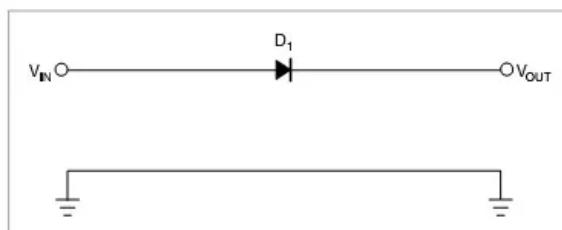
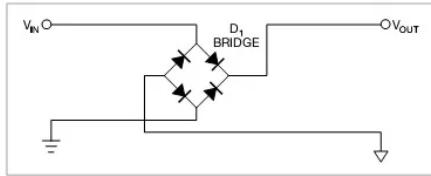

图1、一只串联二极管保护系统不受反向极性影响，二极管有0.7V的压降
图2 是一个桥式整流器，不论什么极性都可以正常工作，但是有两个二极管导通，功耗是图1的两倍
1、通常情况下直流电源输入防反接保护电路是利用二极管的单向导电性来实现防反接保护。如下图1示：
2,另外还可以用二极管桥对输入做整流，这样电路就永远有正确的极性(图2)。这些方案的缺点是，二极管上的压降会消耗能量。输入电流为2A时，图1中的电路功耗为1.4W，图2中电路的功耗为2.8W。